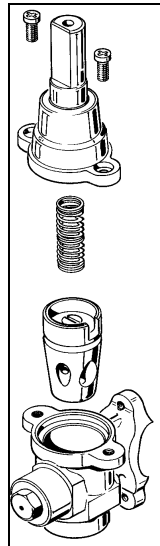

Fig. 11
- 1) Démontez le corps du robinet en dévissant les deux vis qui se trouvent sur le corps de ce dernier (FIG. 11)